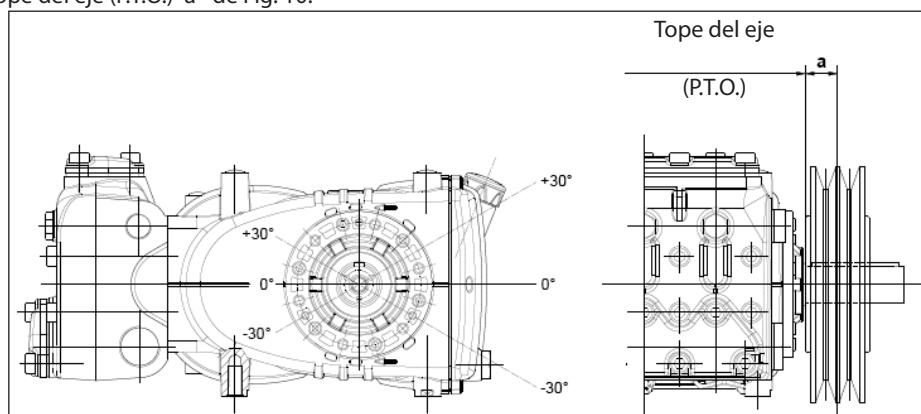

Fig. 10
La carga radial sobre el eje no debe ser superior a 4500 N (valor necesario para definir el Layout). La transmisión es considerada adecuada si tal carga es aplicada a una distancia máxima $a = 50$ mm del tope del eje (P.T.O) como se indica en la Fig. 10.
- b) Utilizar correas de alto rendimiento –por ejemplo **XPB** en lugar de **SPB**– ya que resultará necesario una cantidad inferior de correas en paridad de potencia transmitida y una consecuente distancia inferior de la resultante con respecto al tope del eje (P.T.O.) “a” de Fig. 10.
- e) Seguir la dirección del tiro de la correa como se indica en la Fig. 10 para exigencias diferentes ponerse en contacto con la **Oficina Técnica o Servicio de Asistencia al Cliente**.